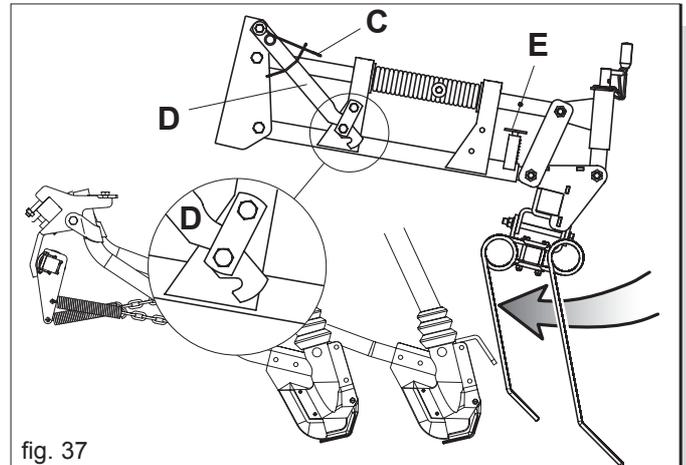

fig. 37
Für den Transport auf Strasse müssen die Zähne der Saatgutabdeckegge nach unten zeigen (Abb. 37).
- 1) Die Feder (C) in die auf Abb. 37 gezeigte Position bringen.
- 2) Die Saatgutabdeckegge heben und den Hebel einhaken (D Abb. 37).
- 3) Den Bolzen (E Abb. 37) hochheben und die Egge bis zur nächsten automatischen Kupplung des Bolzens gleiten lassen (E Abb. 37).